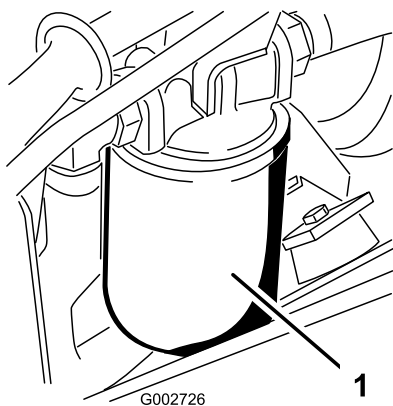

Рисунок 45
4. Поместите сливной поддон под гидравлический фильтр, расположенный с левой стороны машины (Рисунок 45).
7. Установите новый гидравлический фильтр (Рисунок 45), заворачивая его от руки до тех пор, пока прокладка не коснется головки